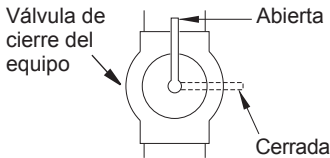

Figura 17 - Válvula de cierre del equipo
1. Cierre la válvula de cierre del equipo (consulte la Figura 17).
1. Abra la válvula de cierre del equipo (consulte la Figura 17).